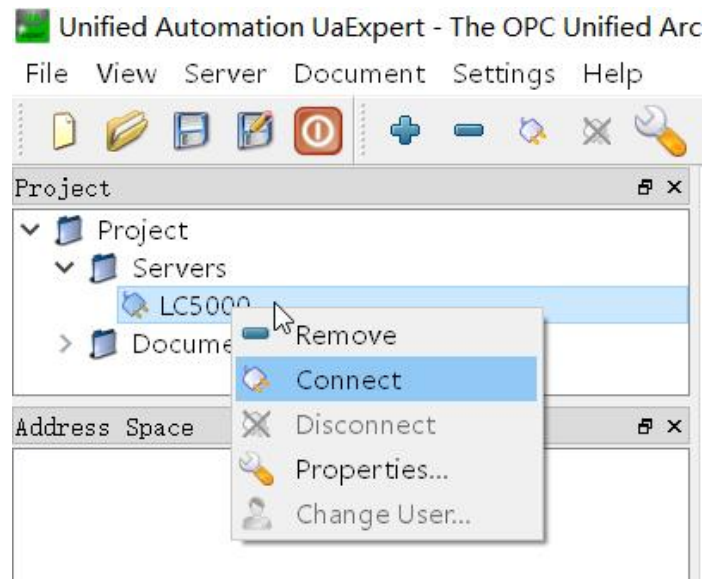

图 13.66 连接 PLC
- 4) 在调试电脑的 UaExpert 软件界面，如图 13.66 所示，连接 PLC。